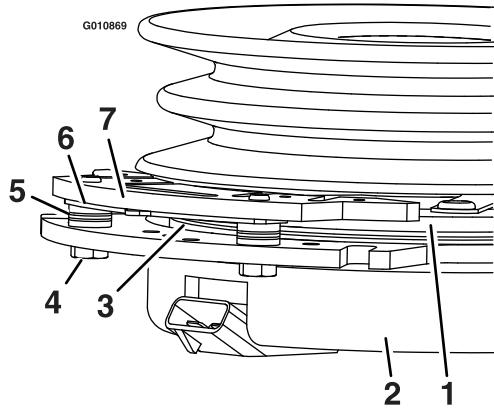

**Figura 64**
3. Retire el tapón anti-polvo de la rueda giratoria y apriete la contratuerca (Figura 64).
4. Apriete la contratuerca hasta que las arandelas de muelle estén planas, luego afloje 1/4 de vuelta para establecer la pre-carga correcta de los cojinetes (Figura 64).
**Importante:** Asegúrese de que las arandelas de muelle están correctamente instaladas, según se muestra en Figura 64.
5. Coloque el tapón anti-polvo (Figura 64).